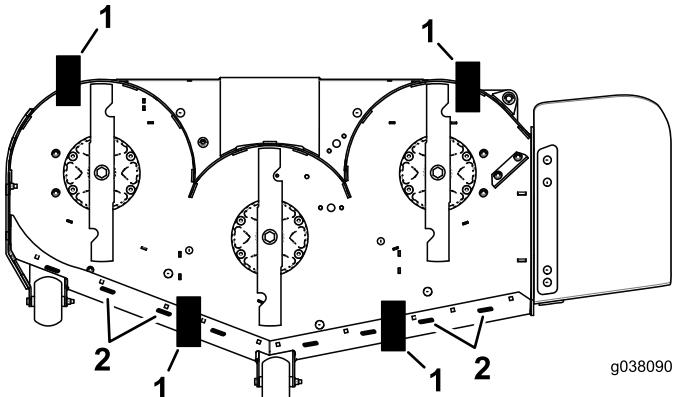

Рисунок 84
11. Установите 2 подставки (см. таблицу высоты подставок и угла наклона ножей) под заднюю кромку фартука режущей деки, по одной на каждой стороне режущей деки (Рисунок 84).